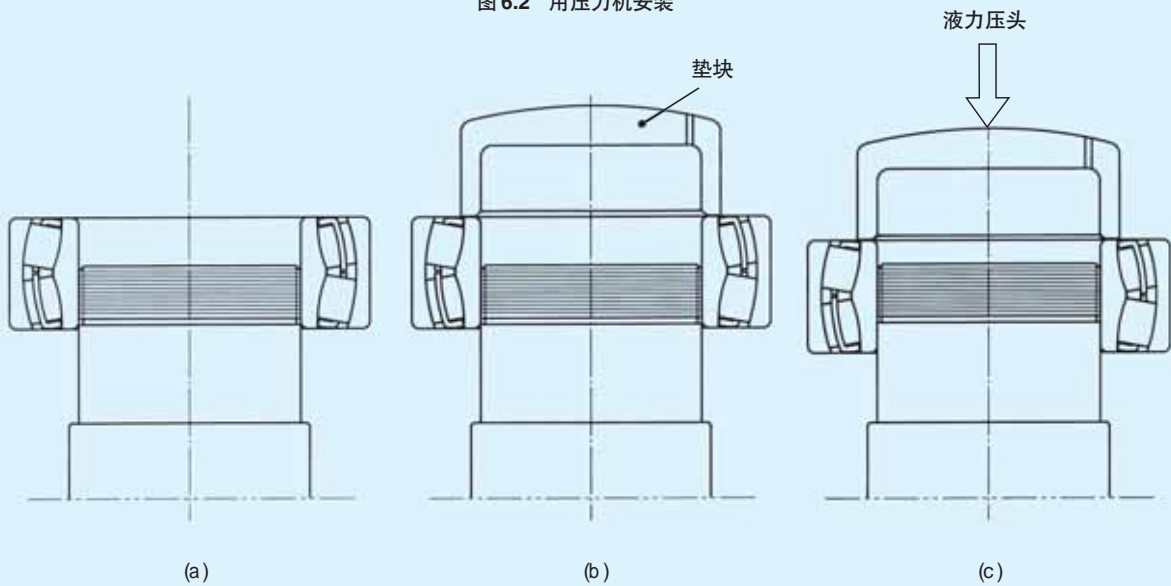

图 6.3 用压力机压入轴承
5. 套入的轴承内圈端面的倒角部尽可能均匀地与轴安装部接触之后(见图 6.3(a))，将垫块前端平面均匀地与轴端侧内圈端面接触(见图 6.3 (b))。使垫块的中央部均匀接触于液力压头的平面。此时，确认轴的中心位置和液力压头中心位置一致。
6. 压动液力压头，将轴承压入至内圈端面与轴肩紧密接触(图 6.3(c))。